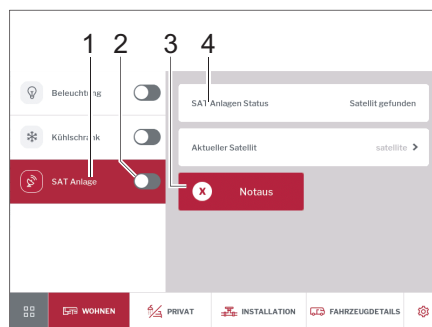

Bild 285 Satellitenanlage
- Mit Schiebeschalter (Bild 285,2) Satellitenanlage ein- oder ausschalten.
- Auf Schaltfläche *SAT-Anlage* (Bild 285,1) tippen.
Der ausgewählte Satellit wird angezeigt (Bild 285,4).
- Auf die Schaltfläche *Notsaus* (Bild 285,3) tippen, wenn die Anlage gegen einen Widerstand fährt.